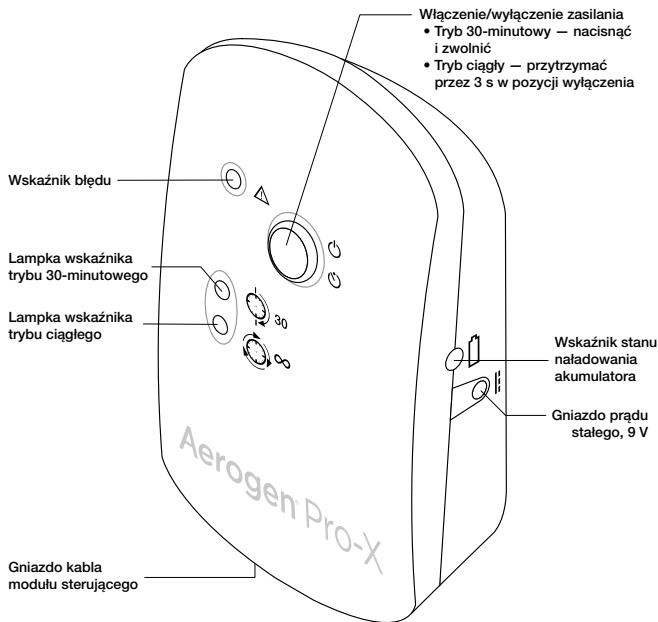

Rysunek 3. Sposoby montażu modułu sterującego Aerogen Pro-X i uniwersalnego uchwyty mocującego
7. Uniwersalny uchwyt mocujący służy do przymocowania modułu sterującego do standardowego stojaka na kroplówkę lub poręczy łóżka, w pozycji pionowej lub poziomej (Rysunek 3).
8. Jeśli dostępne jest standardowe mocowanie urządzenia, do zamocowania modułu sterującego użyć nasadki do mocowania urządzenia (Rysunek 3).